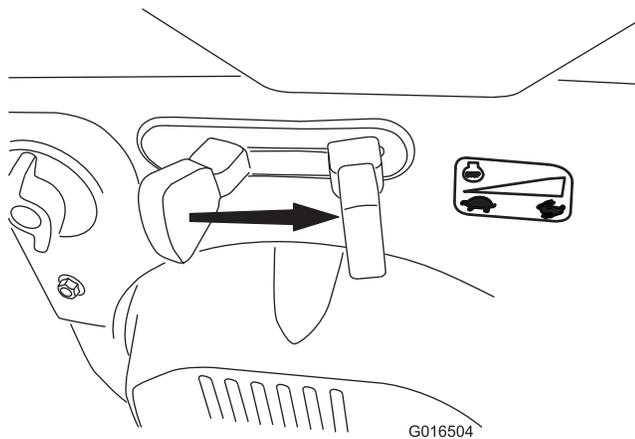

Figure 22
6. Placez la commande d'accélérateur en position HAUT RÉGIME (Figure 22).